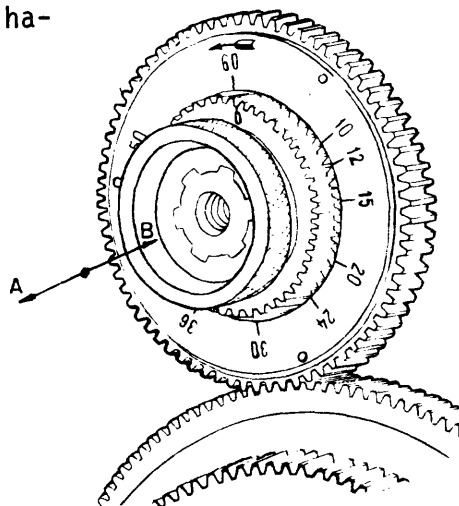

Fig. 6
Algunos tornos (en general los de caja Norton) tienen en la lira un dispositivo como el ilustrado en la fig. 6, que permite hacer las 2ª, 3ª, 4ª y demás entradas de la forma siguiente:
- a Separe el anillo dentado en el sentido A (fig. 6).
- c Encaje el anillo dentado moviéndolo hacia B (fig. 6), construya la ranura como ya se indicó y luego vuelva a dividir.